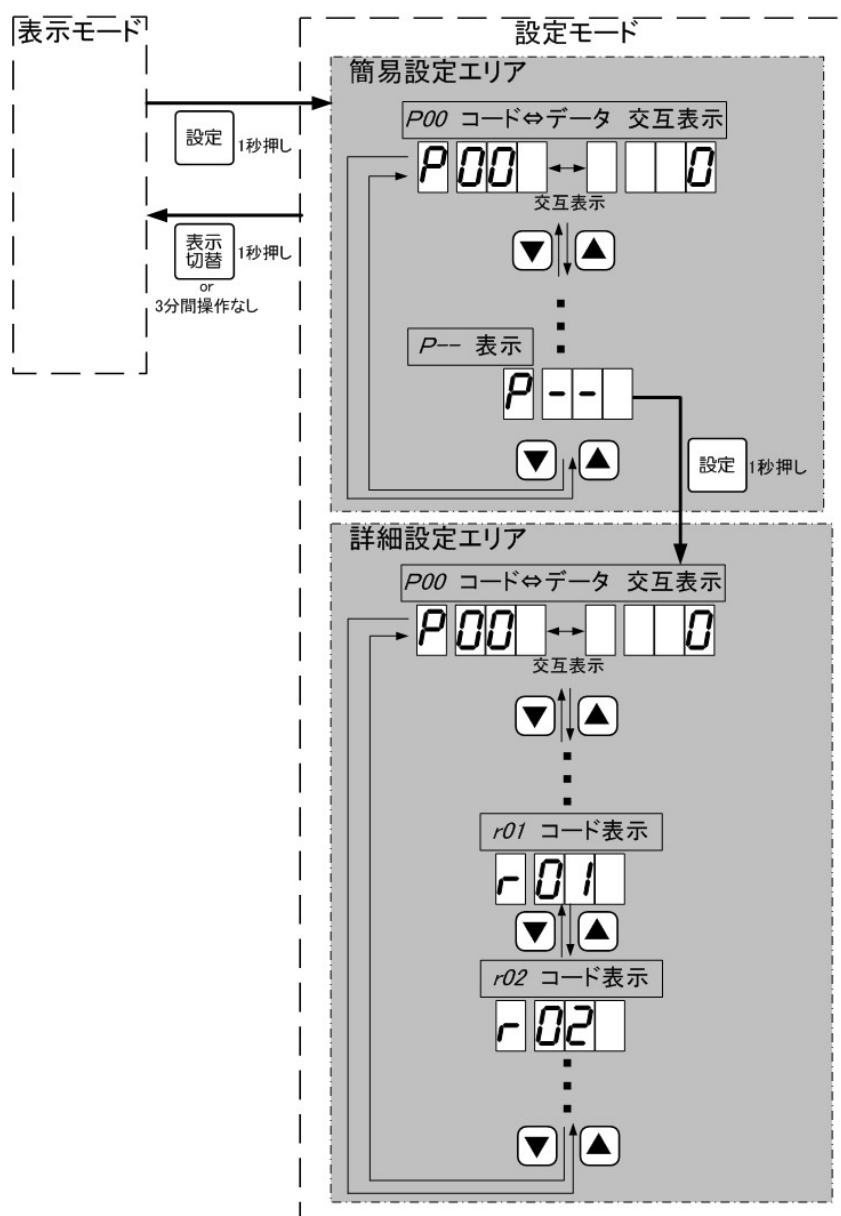

図 22 設定モード内のコード *r01* と *r02*
製品の運転履歴として、ポンプ個別の積算運転時間と積算始動回数、警報履歴①と②を、設定モードから確認することができます。（図 22）